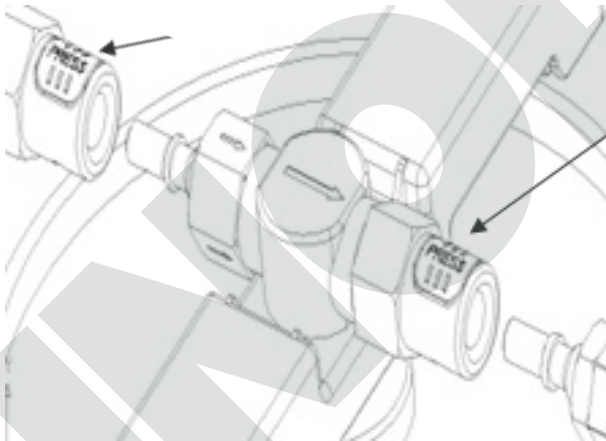

Abb.9
4. Ziehen Sie dann den Bierschlauch ab, indem Sie auf den weißen Entriegelungsknopf drücken (Abb. 9). Leichter gelingt dies, wenn Sie währenddessen die beiden Verbindungselemente ein wenig zusammendrücken.